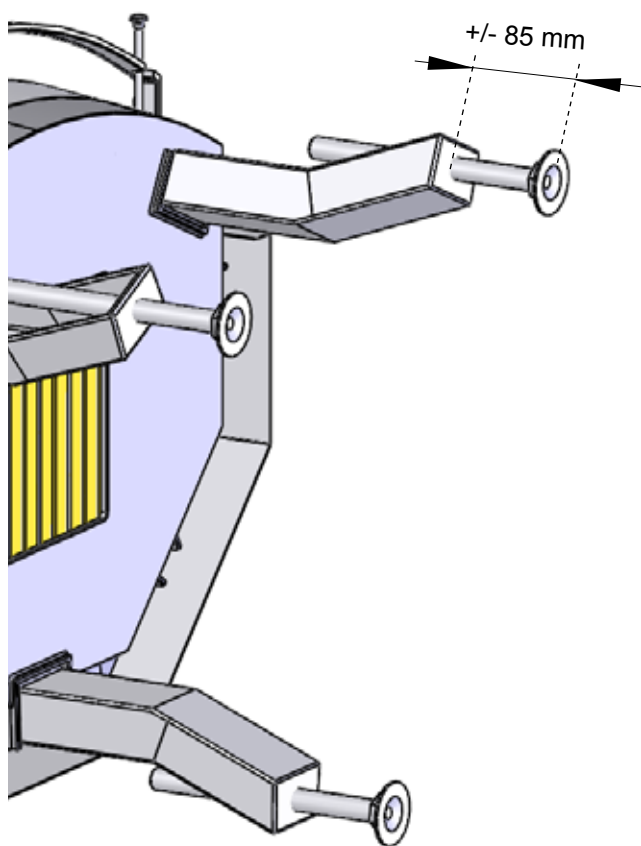

FIG 3 ^T
RYS. 3: W przypadku pokrycia podłogowego z materiału palnego, powierzchnię podłogi pod wkładem należy przykryć blachą stalową (1) o grubości minimum 0,7 mm. Umieścić wkład (2) zgodnie z rysunkiem i wykonać podłączenie kominowe.